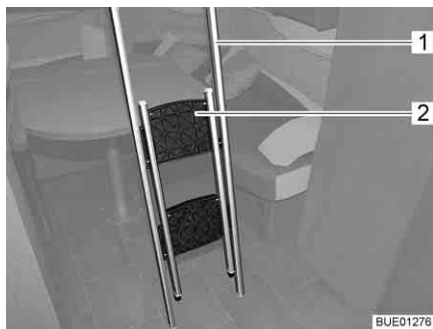
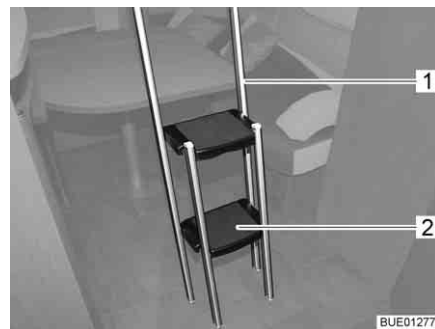

Bild 107 Stege, infälld
Bild 108 Stege, utfälld
**Haka fast:** ■ Haka in stegens (Bild 106,5 resp. Bild 107,1) två byglar (Bild 106,4) på den höjbara sängens list (Bild 106,3).
■ Ta tag i den övre delen (Bild 107,2) på den infällda stegen och fäll ut den så att alla fyra fötter står stadigt på golvet (Bild 108).
**Förvara:** ■ Fäll in fotstegen (Bild 108,2).
■ Lossa stegen (Bild 108,1) från den höjbara sängens list.